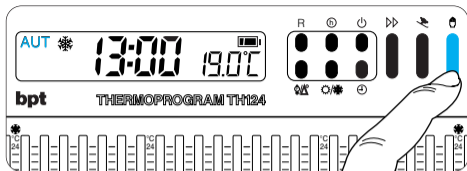

Fig. 45
**Nota.** Per ritornare in funzionamento AUTOMATICO prima dello scadere del tempo impostato, premere il pulsante  $\text{☹}$  (fig. 45).